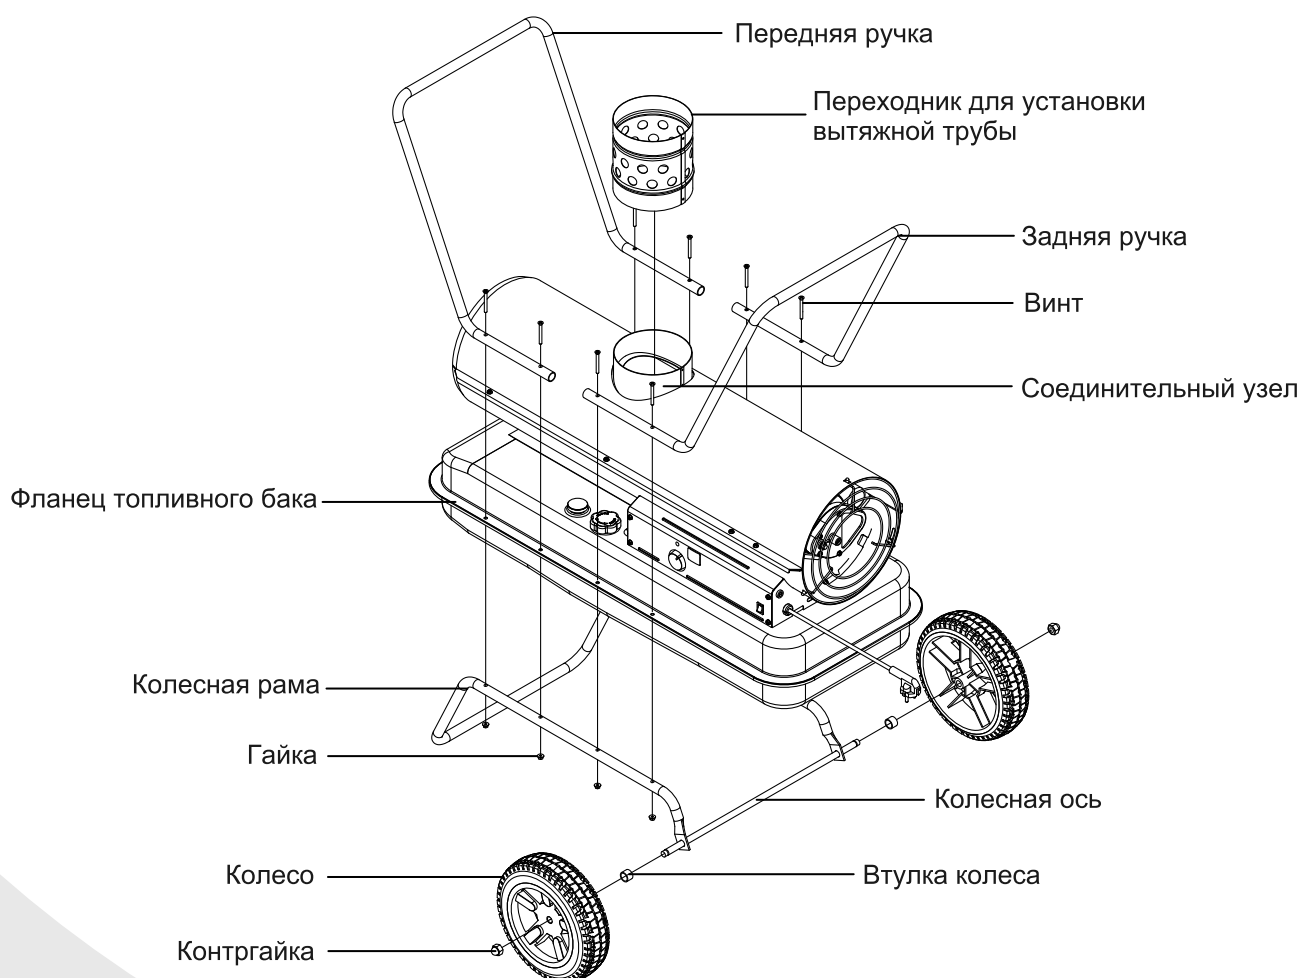

Рис. 3
4. Установить ручки на верхнюю часть фланца топливного бака. Вставить винты в отверстия ручек, фланца и колесной рамы (Рис. 3), навернуть на каждый винт гайку